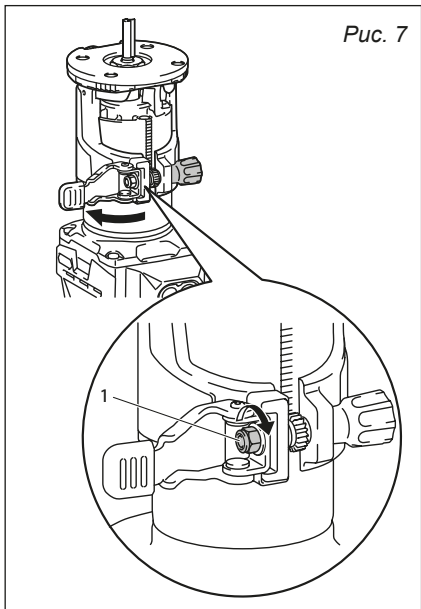

Рис. 7
- Отрегулируйте зажим основания. Для регулировки закрутите гайку фиксатора. Делайте это постепенно проверяя силу зажима, при верной регулировке хомут должен плотно прижиматься, при этом рычаг зажима должен перемещаться без явных усилий (рис. 7).